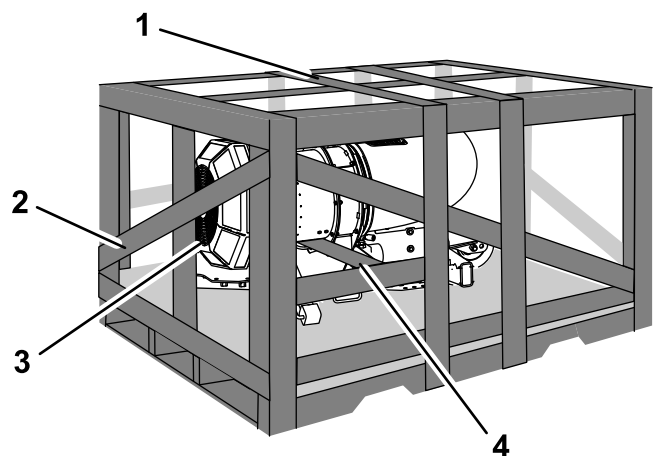

Figure 3
1. Enlevez le haut de la caisse (Figure 3).
2. Enlevez le côté de la caisse qui se trouve vers le haut de la machine (Figure 3).
3. Enlevez la planche située sous le carter du souffleur (Figure 3).